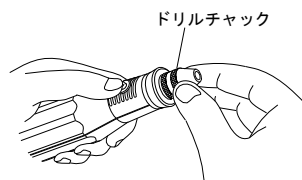

図11
3. ドリルチャックに先端ビットやその他の工具を差し込み、ドリルチャックを締めこみます。その際、3つの爪で均等に把握するように固定して下さい。(図11)